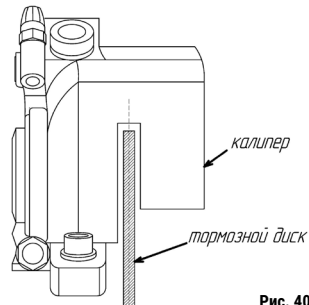

Рис. 40
3. С помощью регулировочных винтов установите минимальный зазор между тормозными колодками и тормозным диском, одинаковый с обеих сторон (рис. 40).